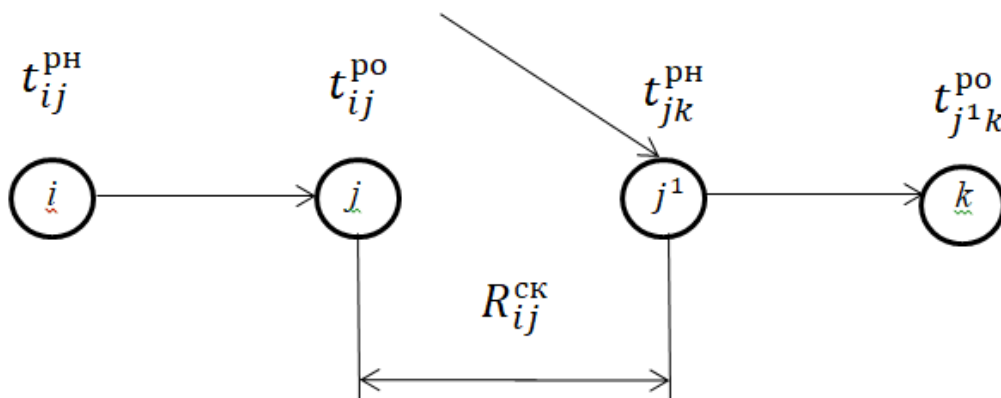

Рисунок 13
**Свободный резерв времени конца работы  $R_{ij}^{ck}$**  — максимальное время, на которое можно увеличить продолжительность данной работы или перенести ее начало на более поздние сроки, без изменения ранних сроков начала последующих работ. Он равен разности между ранним началом последующих работ и ранним сроком окончания данной работы (рис. 13):